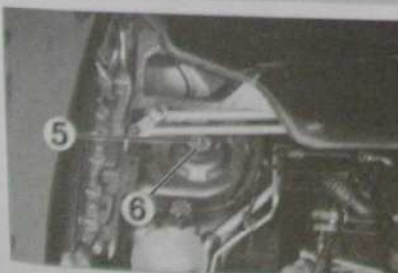

Fig. 11
- l'écrou (5) (Fig.11),
- la coupelle (6),